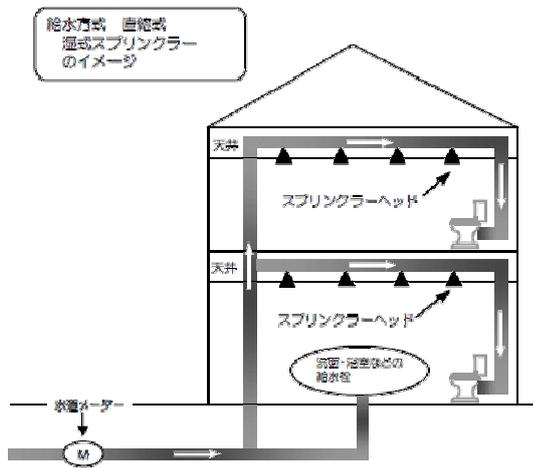

図 13-2-1
- (1) 水道直結型スプリンクラー設備は、型式によらず給水装置の構造及び材質の基準に適合するものを設置すること。
- (2) 湿式の場合（設備内に常時、水が充填されているもの。※図 13-2-1 参照。）